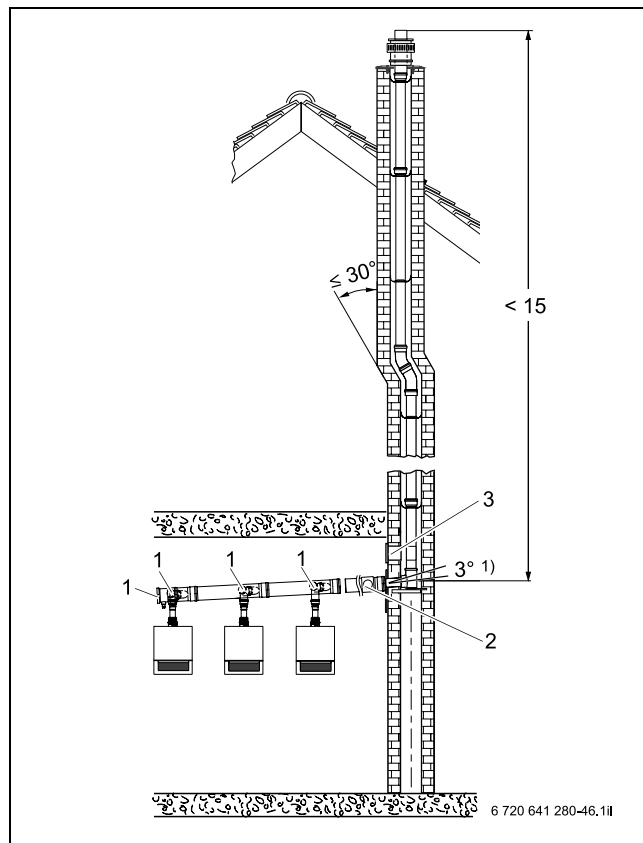

Рис. 115 Приклад розташування ревізійного отвору в каскаді (розміри в м)
Згідно з DIN 18160-1 і DIN 18160-5 установки для відведення димових газів для експлуатації з використанням повітря приміщення повинні легко та надійно перевірятися та очищатися у разі потреби. Для цього слід передбачити ревізійні отвори (→ рис. 114 і рис. 115).
- З боку горизонтальної ділянки трубопроводу, на відстані не більше 30 см від повороту у вертикальній частині (→ рис. 115, [2]).
- Нижній ревізійний отвір розташований при DN 160 і DN 200 відповідно до рис.115, [2]
- Нижній ревізійний отвір виконаний згідно з DIN 18160-1 і 18160-5 (→ рис. 114 і рис. 115).